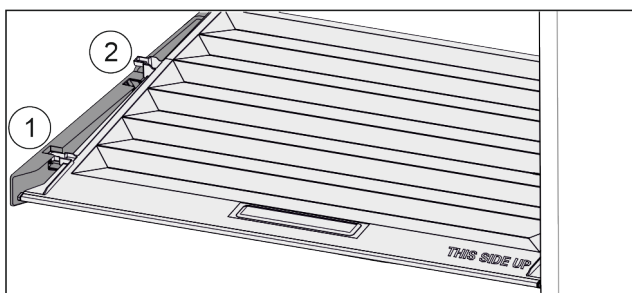

Fig. 137
- ▶ Издърпайте напред *Fig. 137 (1)* капака до отвора в задържащите части.
- ▶ Повдигнете го отзад отдолу и отстранете *Fig. 137 (2)* нагоре.